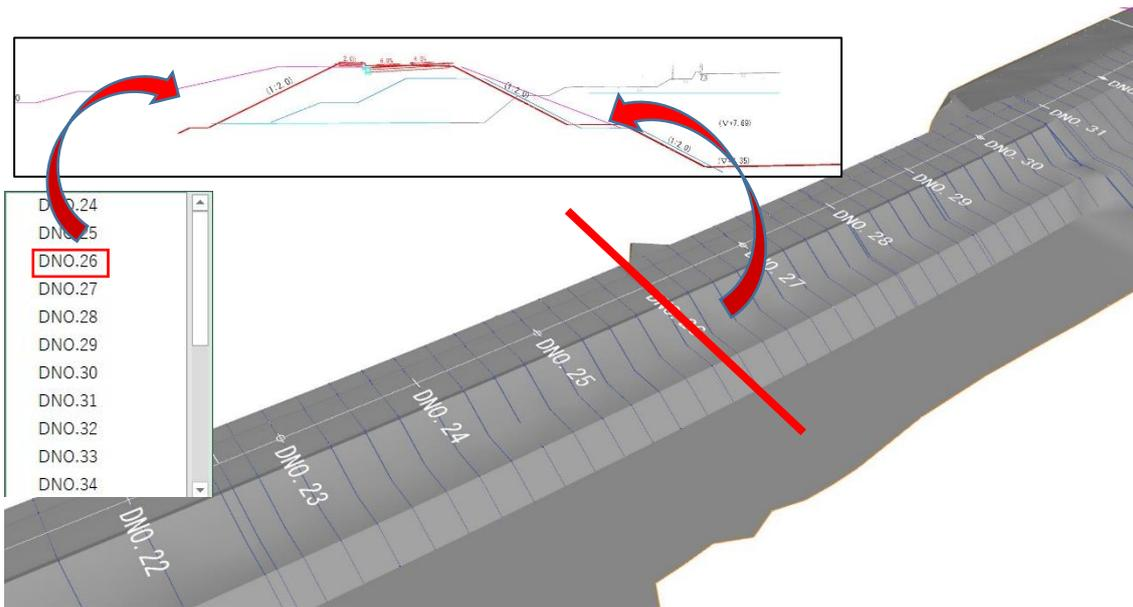

図 4-3 3DA 平面位置図からの横断図の表示例
4) 3DA 平面位置図は、「第 1 編 共通編 2-5 3DA 平面図の設定」により、設定した 3DA 平面図の位置図を作成・表示する (図 4-3 参照)。3DA 平面図は、3DA 平面を選択、又は表示された図面名 (横断図位置等) を選択することにより表示できる (図 4-3 参照)。